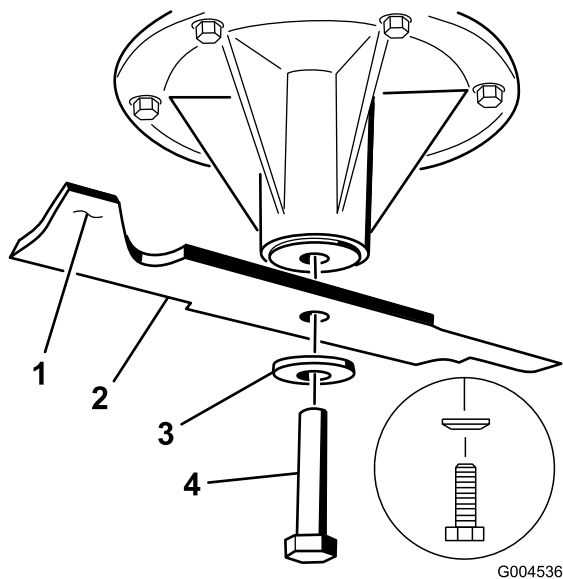
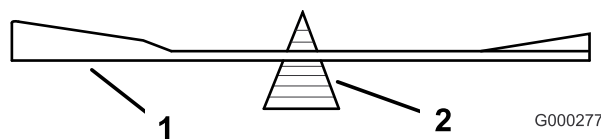

Figura 98
Figura 100
- Togliete il bullone, la rondella curva e la lama dall'asse del fusello (Figura 98).
- Controllate l'equilibrio della lama posizionandola su un bilanciatore (Figura 100). Se la lama rimane in posizione orizzontale, è bilanciata e può essere utilizzata. Se la lama non è bilanciata, limate del metallo soltanto dalla costa (Figura 98). Ripetete la procedura finché la lama non è perfettamente bilanciata.